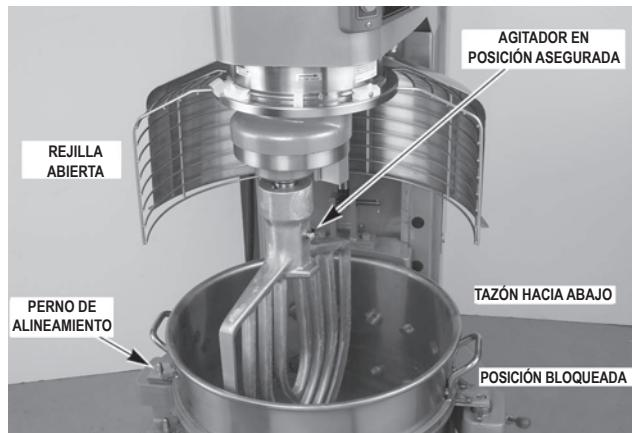

Fig. 9
2. Ubique el tazón de manera que los pernos de alineamiento en el lado izquierdo del soporte (Fig. 9) entren en los orificios del tazón.
3. Gire el tazón a la posición de bloqueo en el soporte del tazón (Fig. 9).